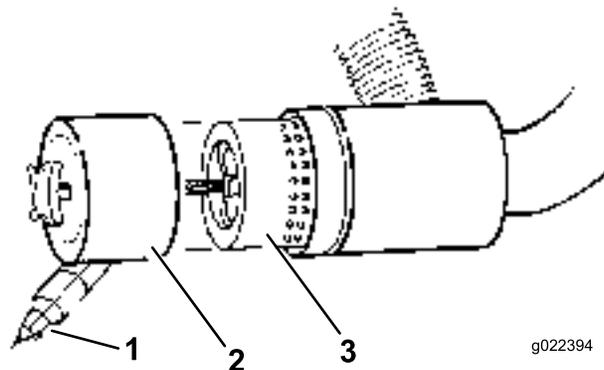

Bild 49
3. Nehmen Sie den Filter heraus und wechseln Sie ihn aus (Bild 49).